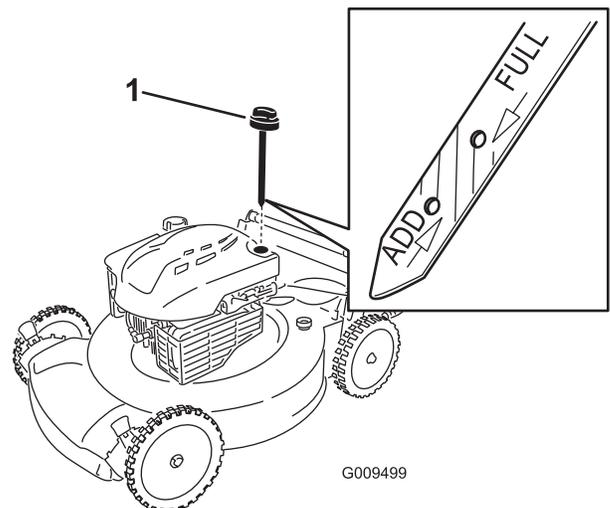

Figure 5
2. Dévissez le bouchon et sortez la jauge (Figure 5).
5. Observez le niveau d'huile indiqué par la jauge (Figure 5).